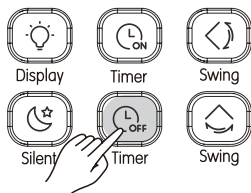

Рисунок 3.18
- ② Нажмите  для регулировки настроек таймера;
③ После завершения регулировок таймера, информация по настройке таймера будет отправлена на внутренний блок.
- ① Нажмите  (см. Рис. 3.18), на пульте ДУ отобразится «Время выключения» [Timer Off], а в поле таймера появится «0.0H». Установите время выключения по таймеру;